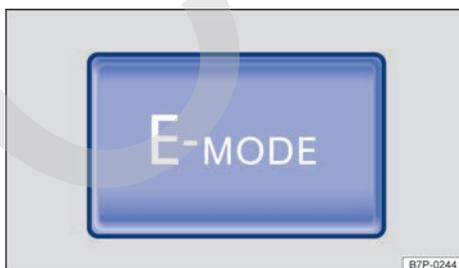

Fig. 172 En la parte inferior de la consola central: tecla para conducción en modo eléctrico ampliado.
<ul style="list-style-type: none"> - Utilizar moderadamente la tecla E MODE → fig. 172. 	La descarga rápida de la batería del alto voltaje con la tecla E-MODE conectada puede aumentar el consumo de combustible, ya que en este caso se prioriza la conducción en modo eléctrico, incluso aunque la propulsión con el motor de combustión en marcha fuera más eficiente. ▶
El conductor puede ampliar los límites usuales de la conducción en modo eléctrico pulsando la tecla **E-MODE** → fig. 172 y circular siempre en este modo si el estado del sistema eléctrico lo permite. Se pasa entonces a la conducción en modo totalmente eléctrico.
- Se pulsa la tecla **(E-MODE)** por segunda vez → fig. 172.